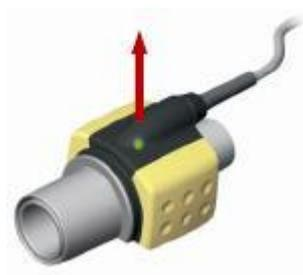

Рисунок 18-15 - Расположение датчика
6. Когда датчик **P51.18.100** не защищен **НМЕ** фильтром, его следует располагать так, чтобы светодиод был направлен вверх (см. Рисунок 18-15)